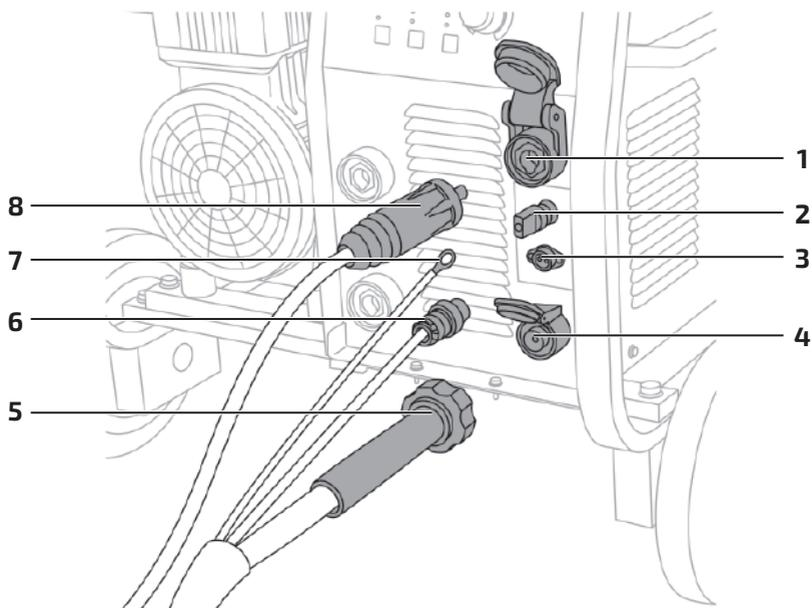

Рис. 7.5.1. Подключение плазмотрона.
6. Убедитесь в плотной фиксации резьбового соединения. Подключите 2-pin разъем для управления включением плазмотрона в разъем на панели аппарата. Подключите провод высокочастотного поджига и зафиксируйте его специальной прижимной шайбой М8 (см. рис. 7.5.1).
5. Убедитесь в плотной фиксации резьбового соединения. Подключите 2-pin разъем для управления включением плазмотрона в разъем на панели аппарата, подключите провод высокочастотного поджига и зафиксируйте его специальной прижимной шайбой М8 (см. рис. 7.5.1).